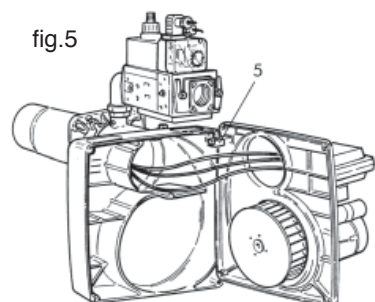

fig.5
- Agganciare la piastra portacomponenti nella posizione di servizio 5 (fig.5, 5A).